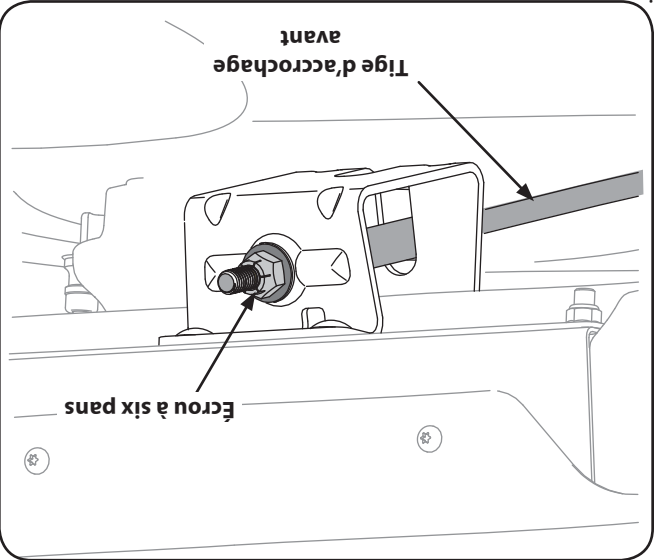

Figure 6-5
4. Déterminez la distance approximative nécessaire pour un bon ajustement, puis passez à l'étape suivante si besoin est. Utilisez une clé pour relever ou abaisser l'avant du plateau de coupe en tournant le contre-écrou sur la tige de relevage avant du plateau de coupe. Voir la Figure 6-5.